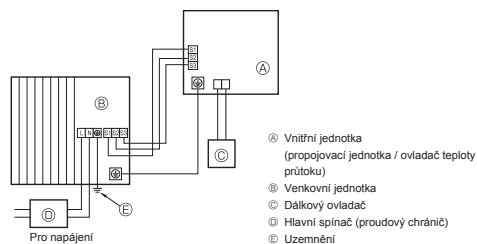
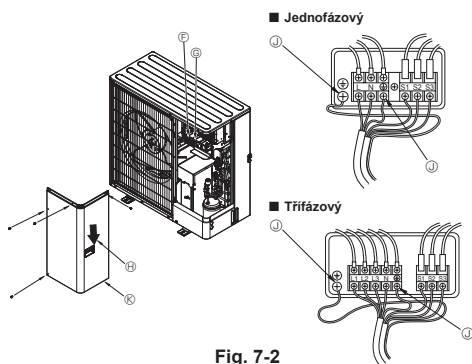

Fig. 7-1
Fig. 7-2
7.1. Venkovní jednotka (Fig. 7-1, Fig. 7-2)
- ① Sejměte servisní panel.
- ② Zapojte kabely podle Fig. 7-1 a Fig. 7-2.